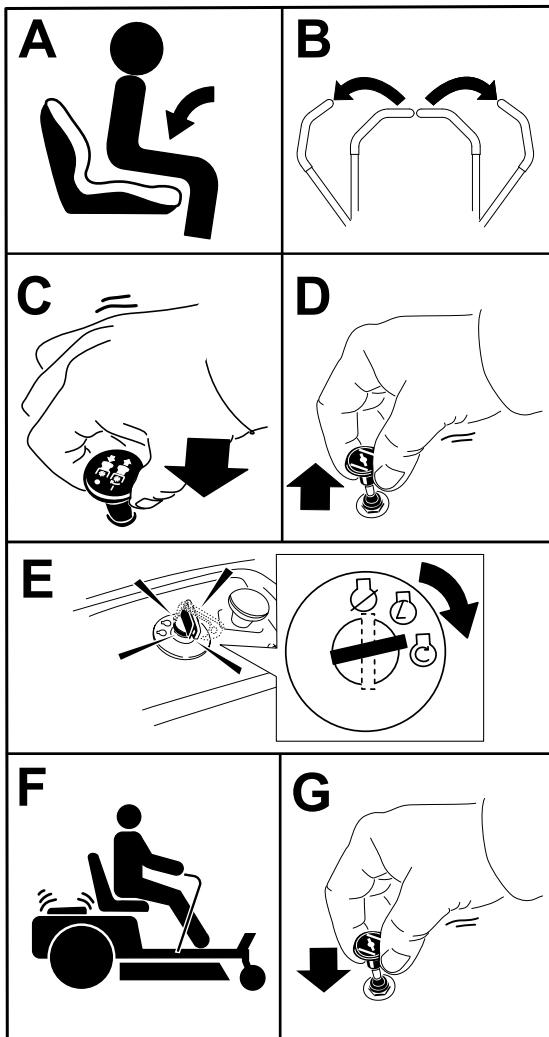

Figure 24
1. Désengagez les lames en plaçant la commande des lames en position DÉENGAGÉE (Figure 24).